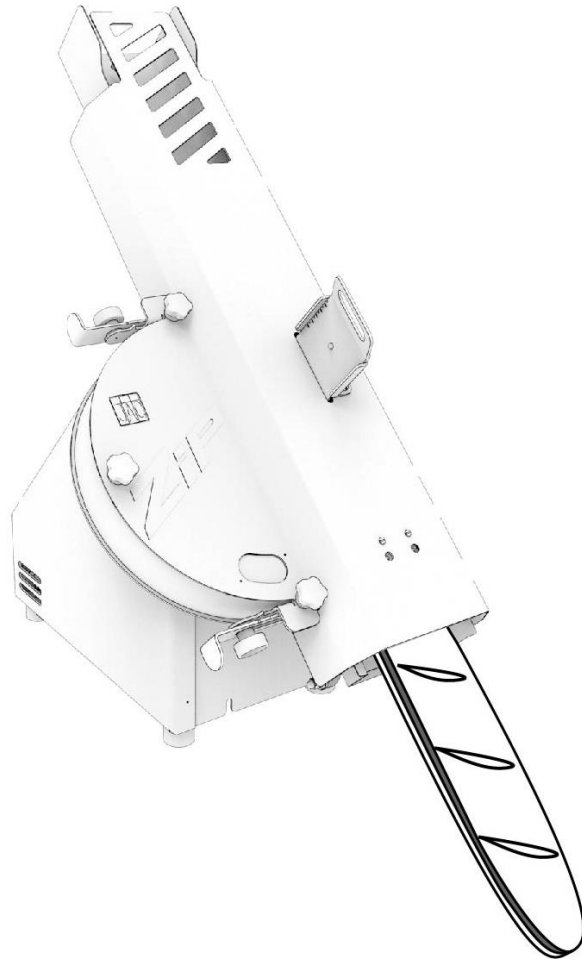

fig.8
- D. إذا كان لابد من تغييرها، استبدل الشفرة وفقاً لإجراء تغيير شفرة القطع (fig.8,9)
(fig.8,9)
الآلة تعمل، لكن الخبز تالف أو مُقطع بطريقة غير متساوية	تحقق إذا كان يجب استبدال الشفرة (fig.8)